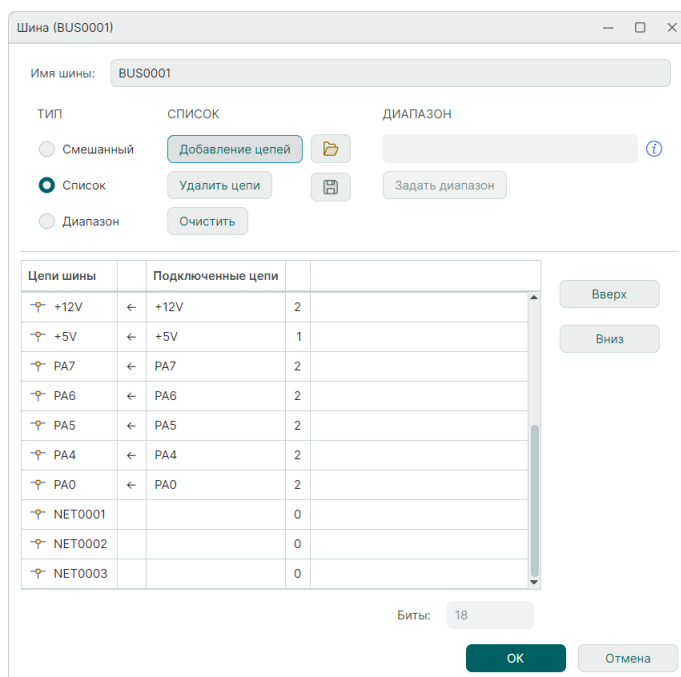

Рис. 191 Цепи, добавленные в шину через редактор списка цепей
5. Нажмите кнопку «ОК», тем самым подтверждая добавление цепей в список цепей, подключенных к шине. Добавленные цепи будут отображаться в списке цепей, подключенных к шине, в окне редактора списка цепей, см. Рис. 191.